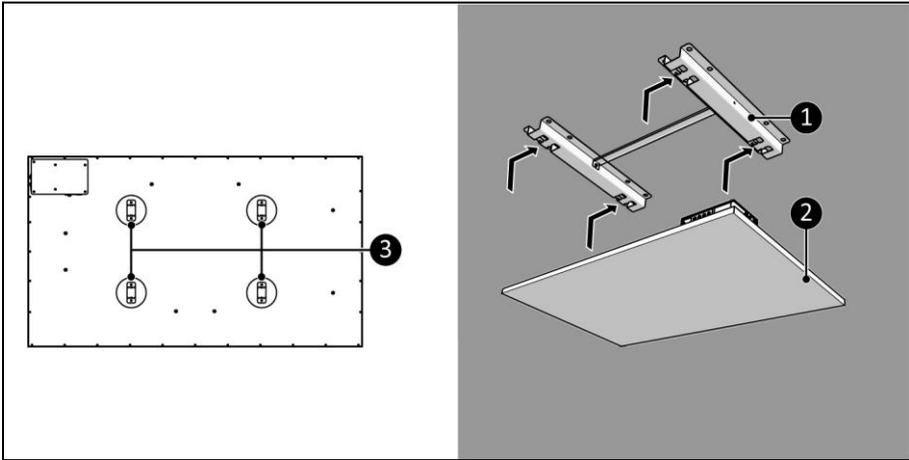

Abbildung 14
8. Platzieren Sie die Gerätehalterungen (Abbildung 14, Pos. 3) über die Deckenhalterung (Abbildung 14, Pos. 1).
9. Lassen Sie das Gerät (Abbildung 14, Pos. 2) in die Öffnung der Deckenhalterung gleiten (Abbildung 14, Pos. 1).